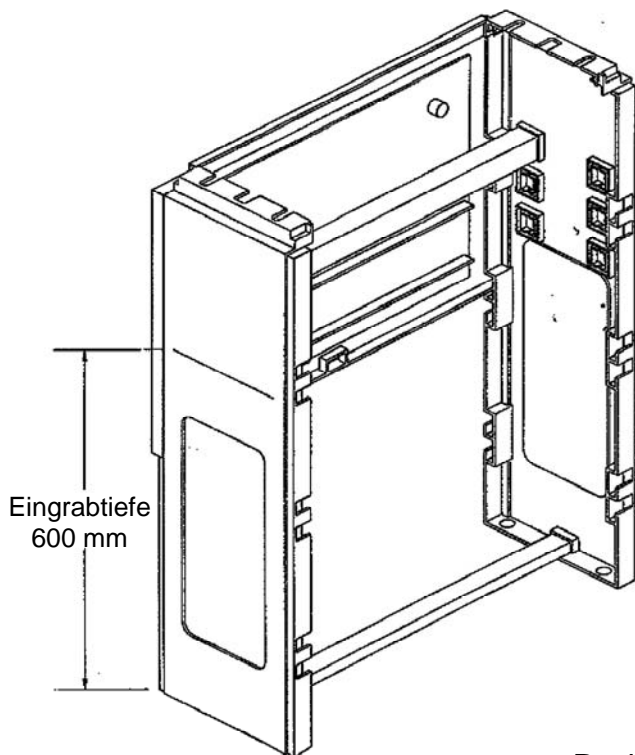

Bild 4
- Beachte: Die Haken der Rückwand sind in das obere Raster einzuhängen (siehe Bild 4).
- Beachte: Position der Kabelabfangschiene siehe Bild 4.